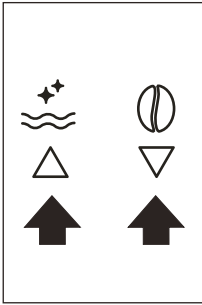

Fig. 9
- Per impostare la lingua, utilizzare le icone Δ ∇ (B7 e B8) fino a selezionare quella desiderata (Fig. 9). Quando il display visualizza il messaggio: "PREMERE OK PER INSTALLARE ITALIANO",